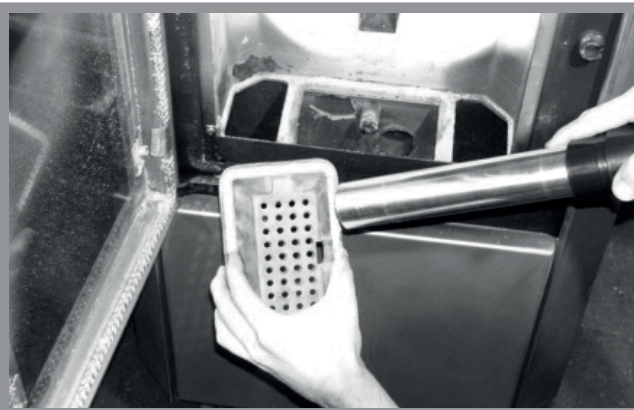
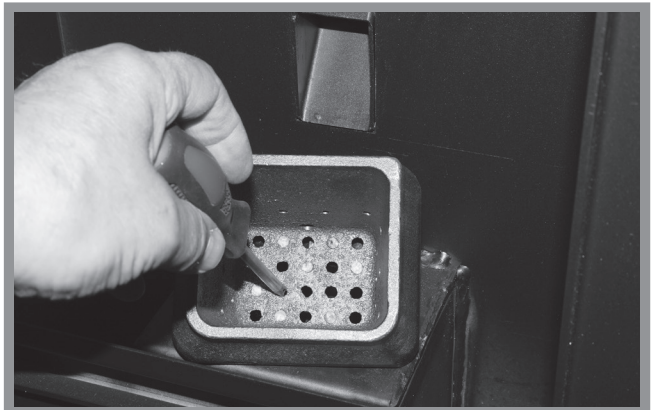

Abb. 12b: Reinigung der Luftöffnungen mit einem Staubsauger
Abb. 12c: Reinigung der Luftöffnungen mit einem Werkzeug
2. Entnehmen Sie dann den Brenntopf. Überprüfen Sie die Luftöffnungen am Boden und den Wänden des Brenntopfes. Vergewissern Sie sich, dass alle Luftöffnungen weder verstopft noch zugesetzt sind. Saugen Sie den Brenntopf gründlich ab (siehe Abb. 12b). Entfernen Sie hartnäckige Verkrustungen und Blockaden, wenn nötig, mit einem geeigneten Werkzeug (siehe Abb. 12c).